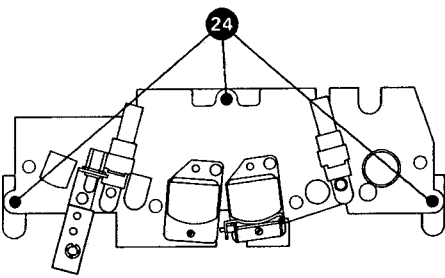

Fig. 3.6.-1
- 3 Schrauben (24) (Fig. 3.6. - 1) lösen.
- Remove 3 screws (24) (fig. 3.6. - 1).
- Dévisser les 3 vis (24) (Fig. 3.6. - 1).